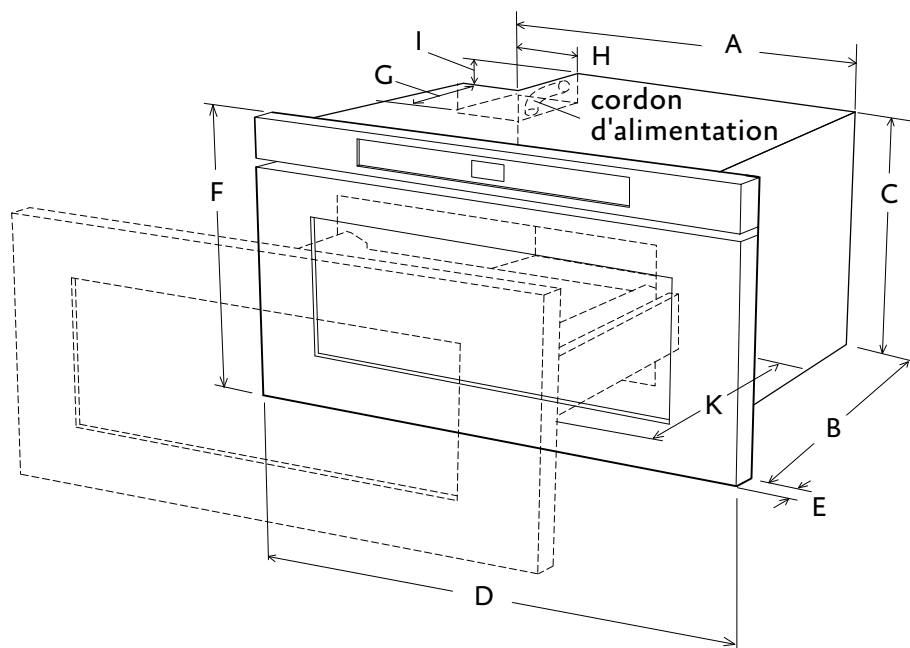
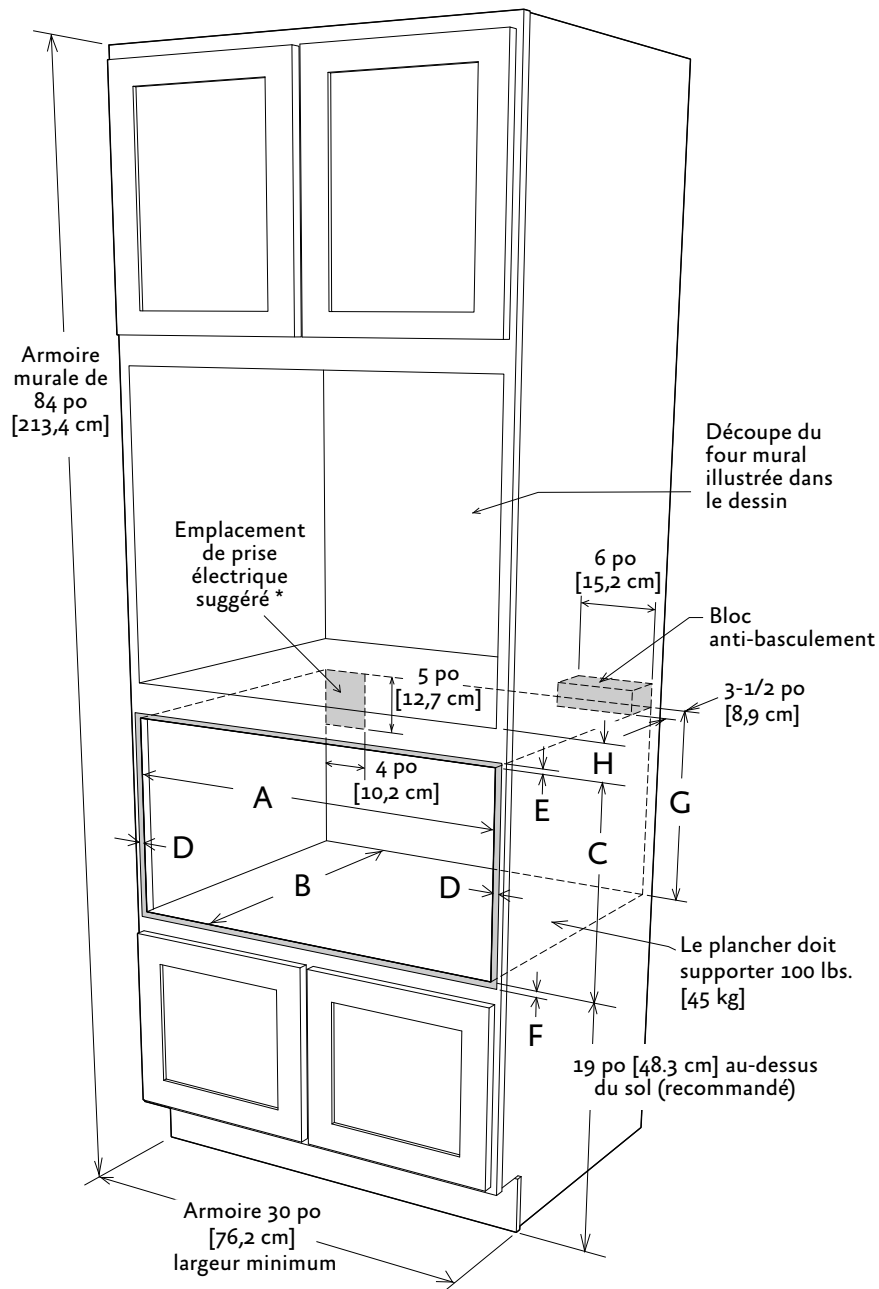
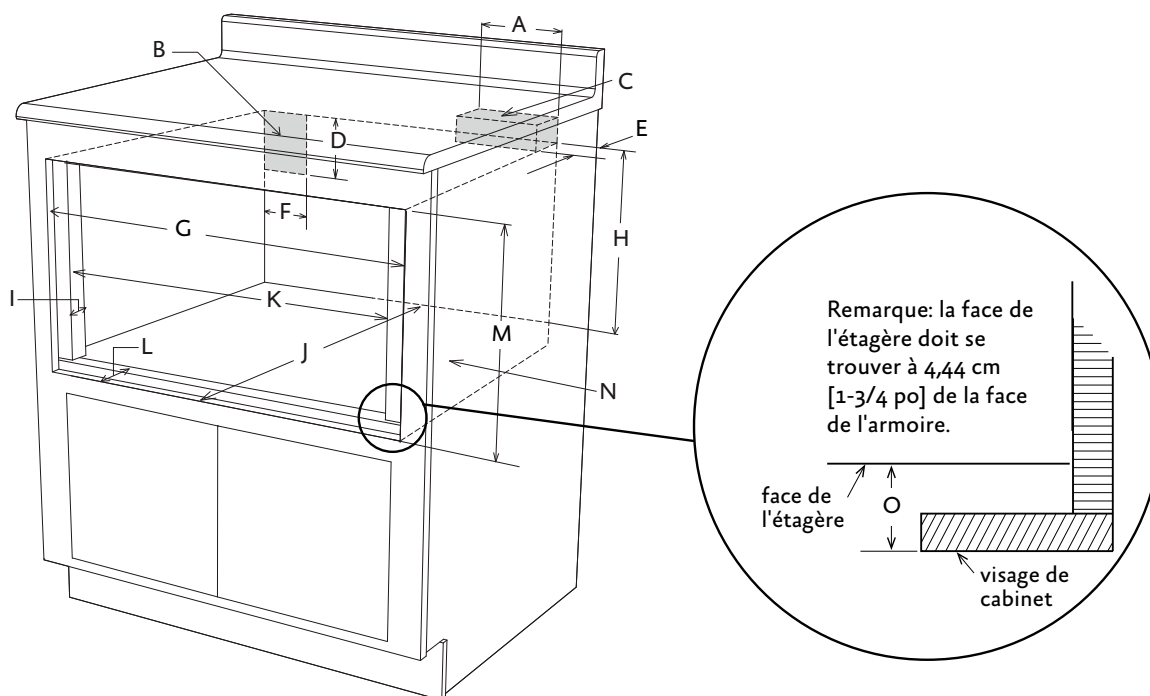

Figure 1. Dimensions de micro-ondes
Figure 2. Dimensions de l'armoire
Figure 4. Montage encastré sous le comptoir
⚠ AVERTISSEMENT N'installez pas le tiroir dans un armoire combustible à moins qu'il ne respecte les dégagements et dimensions indiqués aux pages suivantes. Voir les figures 1, 2 et 3.
- La figure 1 montre les dimensions de l'unité. Les figures 2 à 3 fournissent un dégagement minimal pour une installation standard (sans rinçage). Les figures 4 à 9 montrent les dégagements et des informations supplémentaires pour une installation encastré (affleurante). L'emplacement suggéré pour les prises électriques est indiqué dans les figures.¹
Voir les figures 1 à 6 pour connaître les dégagements et les dimensions nécessaires lors de la planification de l'emplacement du tiroir.